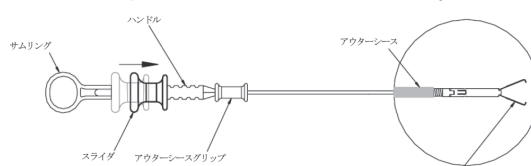

図3: クリップのジョーを開いた状態
- (1) 目的部位に本品を移動させる。スライダを慎重に先端側にスライドさせ、クリップのジョーを開く(図3参照)。